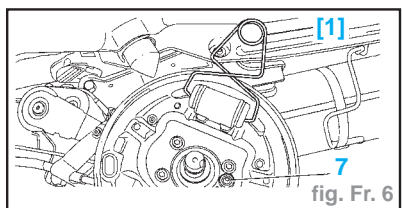

fig. Fr. 6
- le ressort (2)
- le crochet (3)
- le levier (4)
- les coupelles (5) et les ressorts de maintien à l'aide de l'outil de dépose des coupelles de maintien
- Basculer vers l'avant l'ensemble segment, mécanisme de rattrapage et ressort (6).
- Placer l'outil [1] sur le cylindre de roue (pince à cylindre de roue) (fig. Fr. 6).
- Placer l'outil [1] sur le cylindre de roue (fig. Fr. 6).